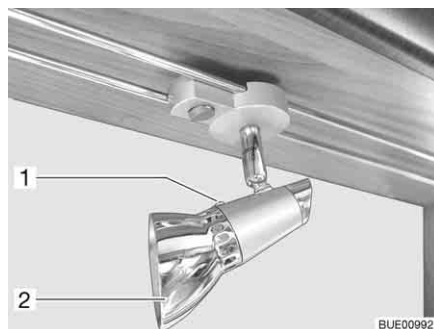

Bild 240 Halogenspotleuchte (verschiebbar)
- Befestigungsschraube (Bild 240,1) lösen.
- Lampenschirm (Bild 240,2) abnehmen.